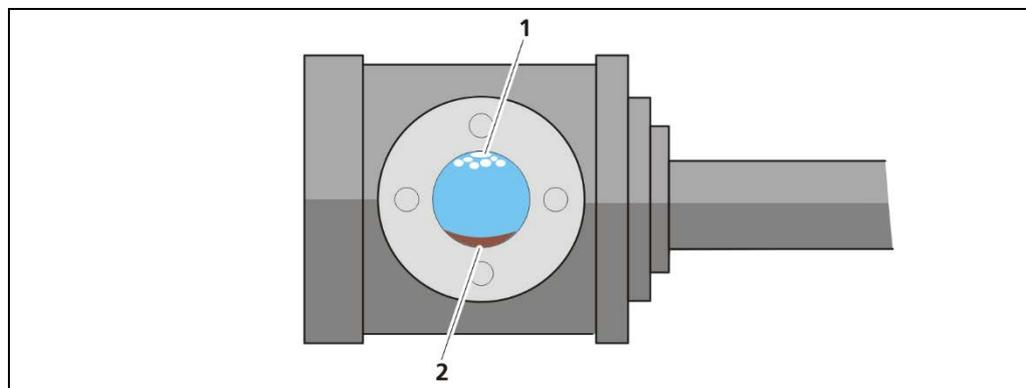

Abb. 5 Gasblasen und Ablagerungen im Produktrohr
- Gasblasen (Abb. 5, Pos.1) im Produkt führen zu Messfehlern. Der Einfluss kann vermieden bzw. verringert werden durch:
- Messungen an waagerechten Leitungen mit waagerechter Durchstrahlung. Dadurch werden auch Fehler durch evtl. Ablagerungen (Abb. 5, Pos.2) oder Gasblasen (Abb. 5, Pos.1) vermieden.